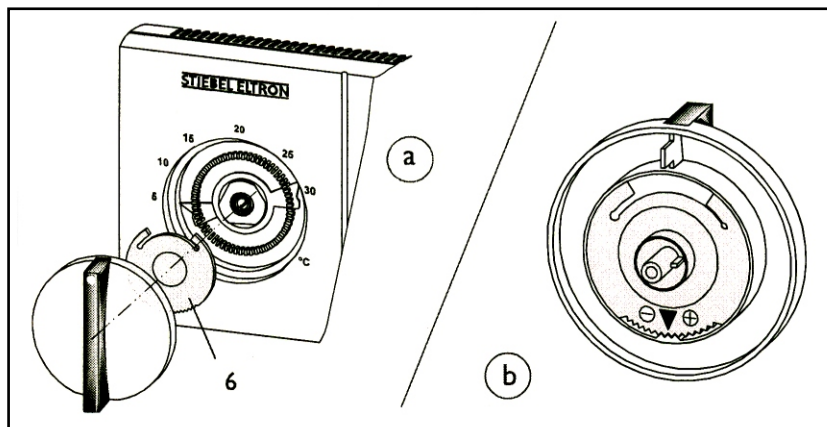

Рис. 3
Место установки влияет на правильность настройки температуры регулятора RTU-S. Для этого необходимо ручку настройки температуры с юстировочным диском (6) снять с оси регулятора (рис. 3а). Согласно заводской установке стрелка юстировочного диска показывает на середину фиксации зубка на обратной стороне ручки регулятора (рис. 3б). При каком-либо изменении юстировочный диск необходимо отделить от ручки настройки температуры. Поставить его обратно необходимо следующим образом: